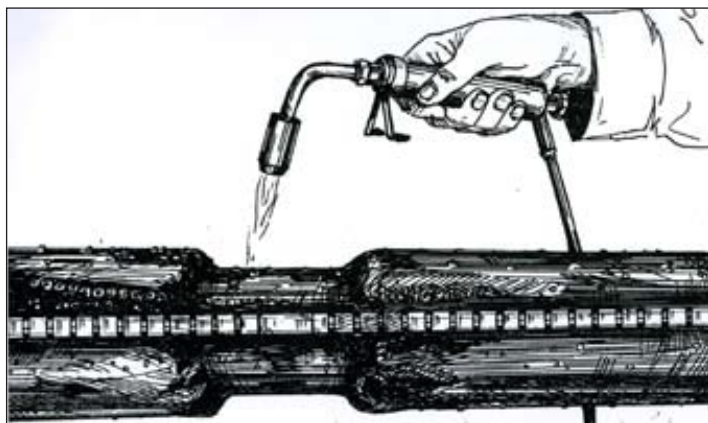

Рисунок 4.8 - Усаживание манжеты
4.1.13 Начинают прогрев (усадку) манжеты с середины манжеты со стороны, противоположной застёжке (рисунок 4.8). Непрерывно прогревают манжету по окружности, равномерно распределяя тепло по обе стороны, за исключением участка, непосредственно примыкающего к застёжке. Продолжают прогревать манжету до тех пор, пока термоиндикационная краска не сменит свой цвет на черный (исчезают белые вкрапления).